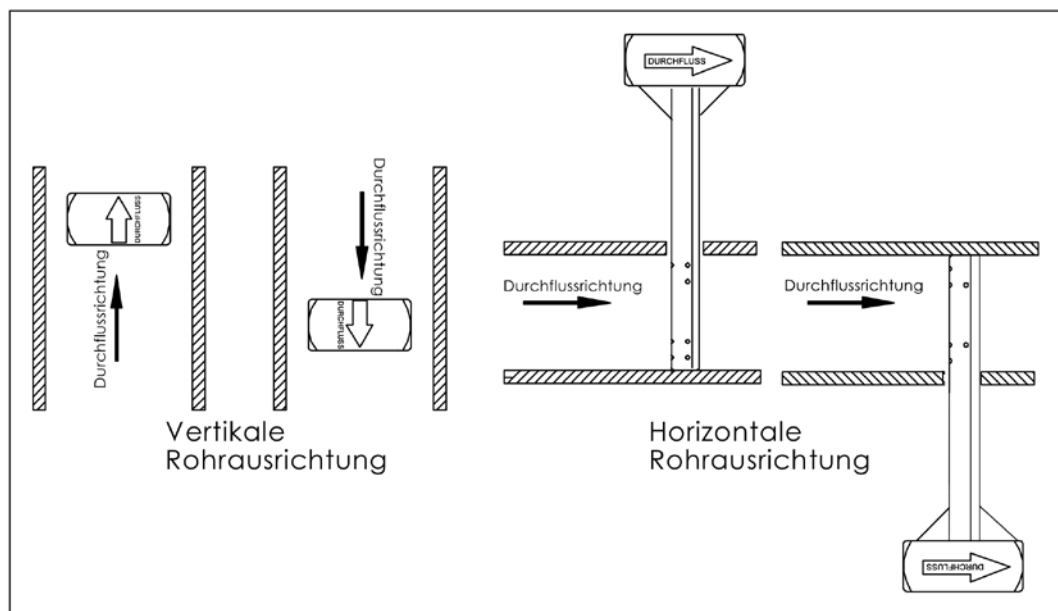

Abbildung 4. Ausrichtung des Durchflusspfeils
- Richten Sie den Sensorkopf so aus, dass der mit „Flow“ beschriftete Pfeil auf dem Instrumentenkopf des Sensors innerhalb eines Winkels von 3 Grad zur Durchflussrichtung des Rohrs steht (Abbildung 4). Halten Sie den Kopf auch bei den übrigen Montageschritten in dieser Position.